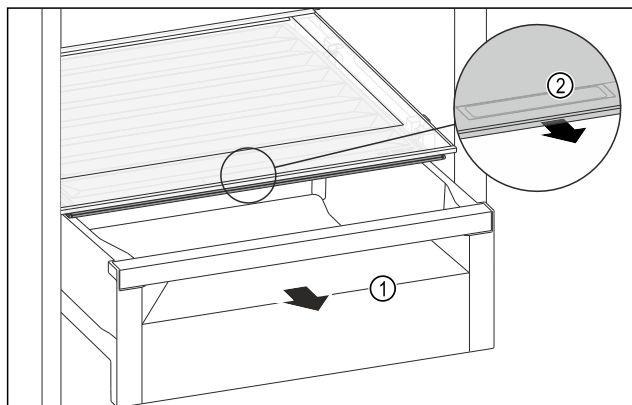

Fig. 200
- Estrarre il cassetto Fig. 200 (1).
- Afferrare la maniglia incassata Fig. 200 (2) sul coperchio dello scomparto e tirare allo stesso tempo in avanti il coperchio dello scomparto.